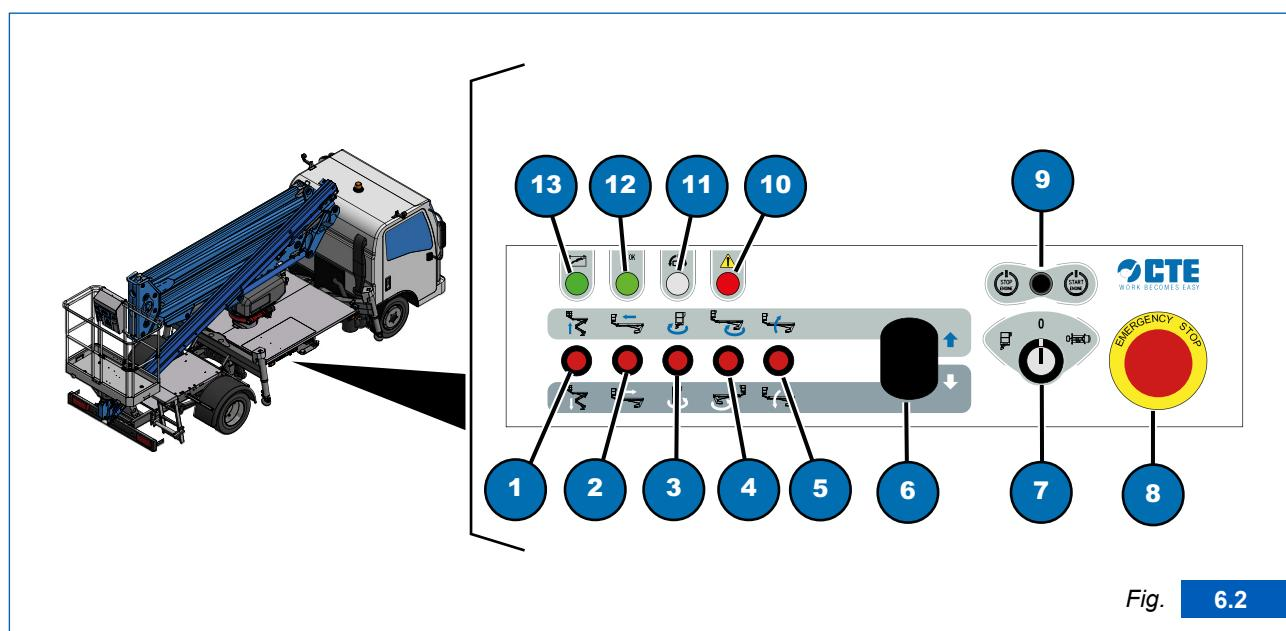

Fig. 6.2
- 2) infilare la chiave nel selettore (Fig. 6.2, 7)
- 3) ruotare il selettore (Fig. 6.2, 7) nella posizione "Comandi terra";
la spia (Fig. 6.2, 13) si accende;
- 4) verificare che la spia "STAB OK" (Fig. 6.2, 12) degli stabilizzatori sia spenta;
- 7) Controllare l'avvenuta accensione della spia "STAB OK" (Fig. 6.2, 12), che indica il consenso alla salita del braccio.
- 1) ruotare la chiave del selettori (Fig. 6.2, 7) nella posizione "Piattaforma di lavoro";
- Inserire la chiave nel selettori del quadro comandi a terra e ruotarla in posizione “comandi a terra” (Fig. 6.2, 7);
- verificare lo spegnimento delle spie degli stabilizzatori (Fig. 6.2, 1, 2, 3 e 4);
- ruotare la chiave nella posizione “neutra” ed estrarla dal selettori (Fig. 6.2, 7).